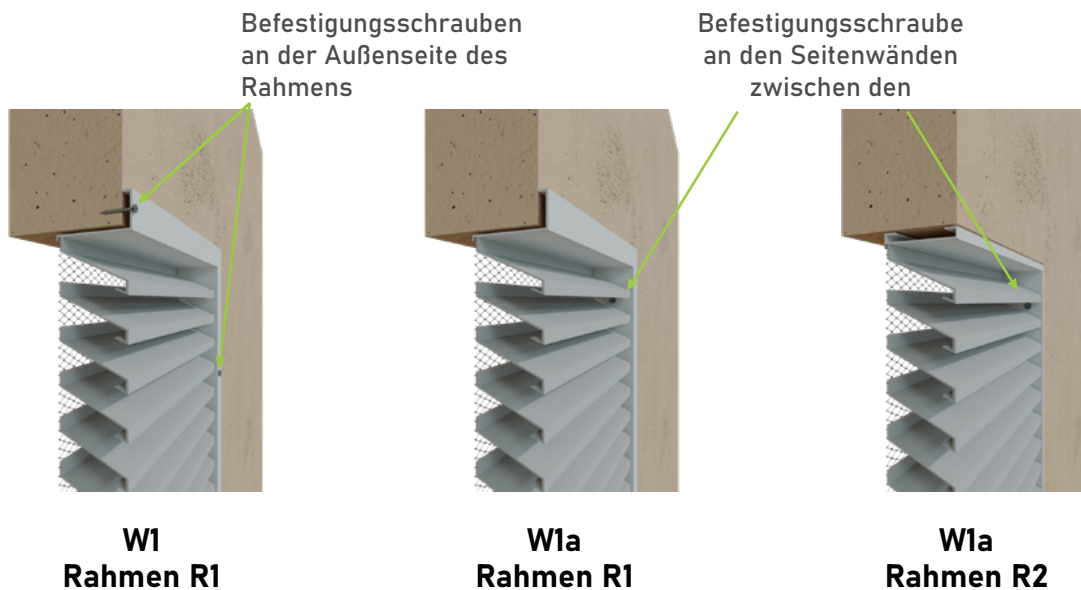

Abb. 3
- **W1*** - sichtbare Montage mittels Schrauben und Befestigungslöchern an der Rahmenklappe (Abb. 3)